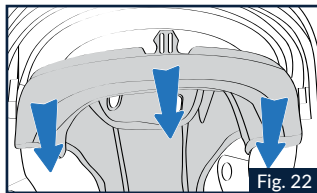

Fig. 22
(Fig.22). Successivamente ripetere l'operazione anche con la linguetta frontale centrale e con quella destra.
4.2 Infilare la linguetta frontale centrale della cuffia nella corrispondente sede presente sul supporto fissato alla calotta interna in polistirolo e spingerla verso il basso sino ad agganciarla completamente (Fig.22).